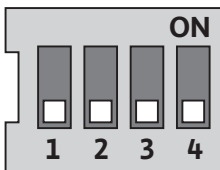

Fig. 29: Interruttori DIP
Gli interruttori DIP (fig. 9, pos. 6/fig. 29) si trovano sotto la copertura del corpo.